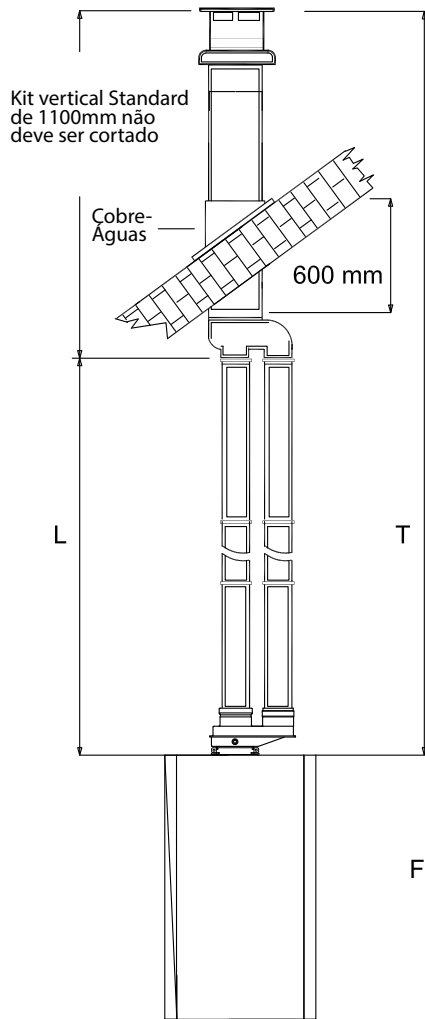

Fig. 24
Esta parte do manual de instalação cobre apenas as instruções de instalação e fixação dos sistemas de dutos excêntricos de conduto duplo. Ao encomendar o tubo duplo, deve-se especificar a faixa HE12/20/25/30/35C. Os procedimentos típicos de instalação são ilustrados pelo desenho (fig.24). Remova o painel frontal do gabinete (seção.8.1). Desaparafuse os parafusos no adaptador de combustão.
5.16 Sistema de exaustão / sucção com tubos concêntricos para coberturas planas ou inclinadas. Extensões com dois tubos separados (fig. 24).